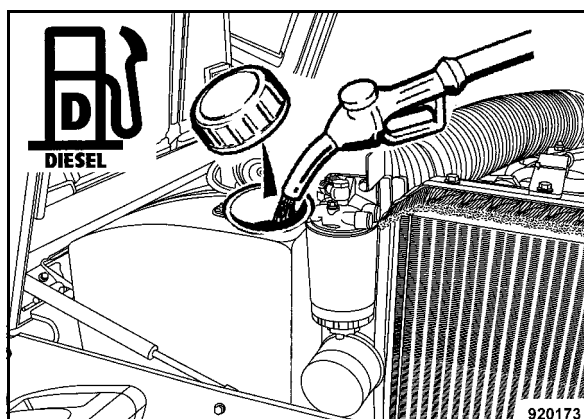

Fig. 92
- Abrir la tapa de cierre del depósito de combustible (Fig. 92) y controlar visualmente el nivel del combustible.